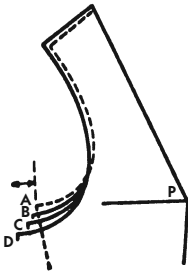
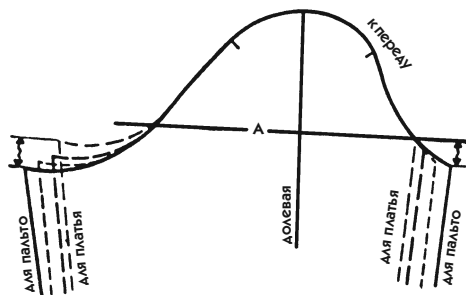

Рис. 353
Рис. 358
- Рассмотрите рис. 353, на котором представлены 3 типа пройм для жакетов и пальто. Пунктирной линией (А) показана базовая пройма платья. Первая от нее сплошная линия (В) показывает пройму прилегающего жакета. За ней следует линия проймы прямого жакета (С), которая в то же время является проймой прилегающего пальто, и последняя линия (D) — пройма пальто прямого покроя.
Предлагаемая в этом разделе таблица расширения лекал позволяет трансформировать базовое лекало платья в лекало выбранной модели. Мы приводим схемы для основных силуэтов изделий (см. рис. 353).
9. На рис. 358 вы видите 4 варианта ширины рукава, соответствующие проймам, представленным на рис. 353. Таким образом, вы можете в дальнейшем чертить по одному этому лекалу все рукава жакетов и пальто, используя цветные карандаши.